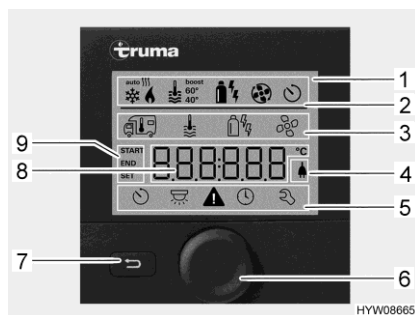
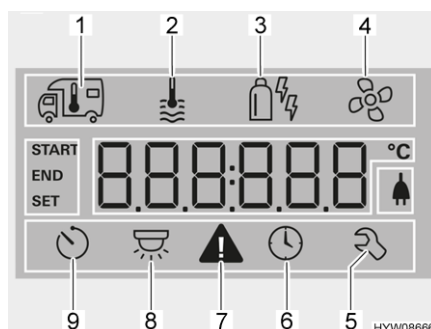

Fig. 151 Unidad de mando con visualizaciones
Fig. 152 Display (unidad de mando)
- Línea de estado (Fig. 151,2)
- Línea del menú superior (Fig. 151,3)
- Zona de visualización (Fig. 151,8)
- Línea del menú inferior (Fig. 151,5)
- Pulsar el pulsador giratorio (Fig. 151,6) por aprox. 3 segundos. Se visualizarán las dos líneas de menú (Fig. 151,3 y Fig. 151,5). El primer símbolo parpadeará.
- Girar el pulsador giratorio (Fig. 151,6) hasta que parpadee el símbolo de menú deseado.
- Pulsar el pulsador giratorio para guardar el valor ajustado. Si sin embargo no se desea cambiar el valor ajustado originalmente: Pulsar la tecla Atrás (Fig. 151,7).
- Girar el pulsador giratorio (Fig. 151,6) hasta que parpadee el símbolo de menú Calefacción (Fig. 152,1).
- Pulsar el pulsador giratorio para guardar el valor ajustado. El símbolo en la línea de estado (Fig. 151,2) parpadeará hasta que se haya alcanzado la temperatura ambiente ajustada. Si sin embargo no se desea cambiar el valor ajustado originalmente: Pulsar la tecla Atrás (Fig. 151,7).
- Girar el pulsador giratorio (Fig. 151,6) hasta que parpadee el símbolo de menú Agua caliente (Fig. 152,2).
- Pulsar el pulsador giratorio para guardar el valor ajustado. El símbolo en la línea de estado (Fig. 151,2) parpadeará hasta que se haya alcanzado la temperatura de agua caliente ajustada. Si sin embargo no se desea cambiar el valor ajustado originalmente: Pulsar la tecla Atrás (Fig. 151,7).
- Girar el pulsador giratorio (Fig. 151,6) hasta que parpadee el símbolo de menú de modo de funcionamiento (Fig. 152,3).
- Pulsar el pulsador giratorio para guardar el modo de funcionamiento ajustado. Si sin embargo no se desea cambiar el modo de funcionamiento ajustado originalmente: Pulsar la tecla Atrás (Fig. 151,7).
- Girar el pulsador giratorio (Fig. 151,6) hasta que parpadee el símbolo de menú Ventilador (Fig. 152,4).
- Girar el pulsador giratorio (Fig. 151,6) hasta que parpadee el símbolo de menú Reloj programador (Fig. 152,9).
- Pulsar el pulsador giratorio. El reloj programador estará activado. El símbolo Reloj programador (Fig. 152,9) parpadeará si el reloj programador está programado y activo.
En caso de una advertencia, parpadeará el símbolo de advertencia (Fig. 152,7). La calefacción continuará funcionando. Si sólo se trata de una avería temporal, el símbolo de advertencia se apagará automáticamente.